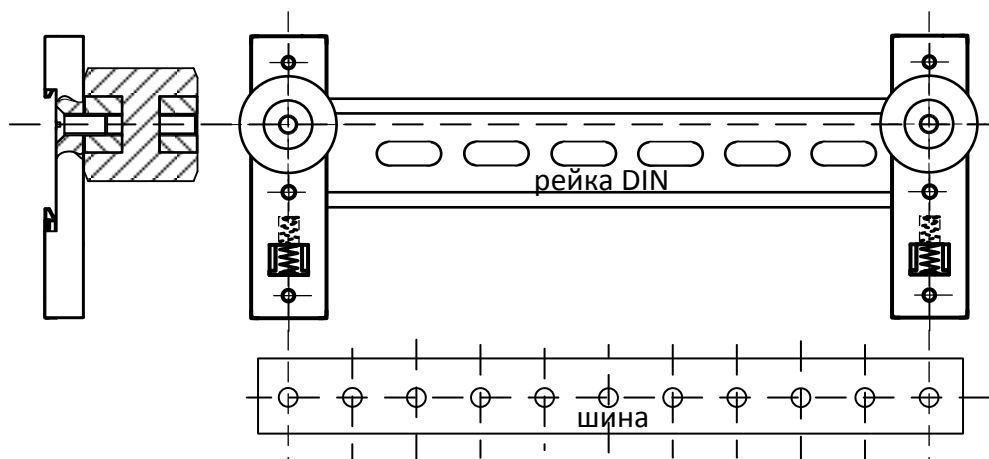

Рисунок 5. Установка шины **ШЗУП-М** на два комплекта монтажных **КМ ШУП-ДРИ6**
2.1.3 Установить получившиеся две сборки на рейку DIN (см. рис. 5). Расстояние между комплектами соответствует длине шины.